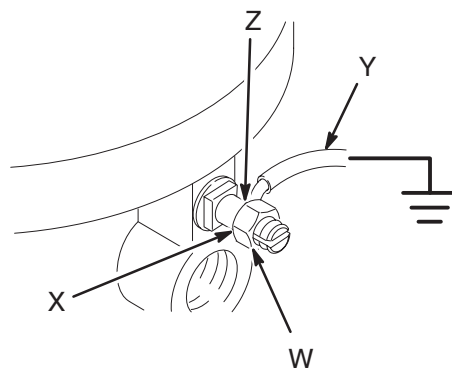

Рис. 1
1. *Насос:* используйте зажим и провод заземления с минимальным сечением в 1,5 мм2. См. Рис. 1. Ослабьте контргайку (W) зажима заземления с шайбой (X). Вставьте один конец провода заземления (Y) в гнездо зажима (Z) и надежно затяните контргайку. Подсоедините другой конец провода к надежной линии заземления. № детали для заказа: 238909.